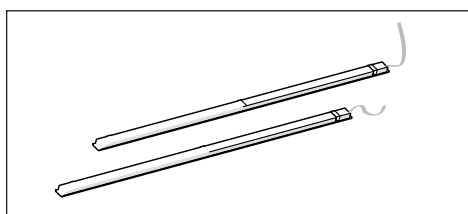

Fig.8
• **Sostituzione delle lampade LED (fig.8)**